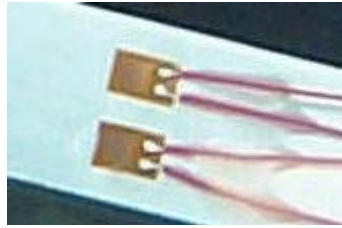

Figura. 6
15. Ponga en contacto brevemente la punta del soldador con el cable y el estaño. Éste fluirá inmediatamente sobre el pad y el cable, formando una pequeña bola de soldadura tal como se muestra en la Figura 6.